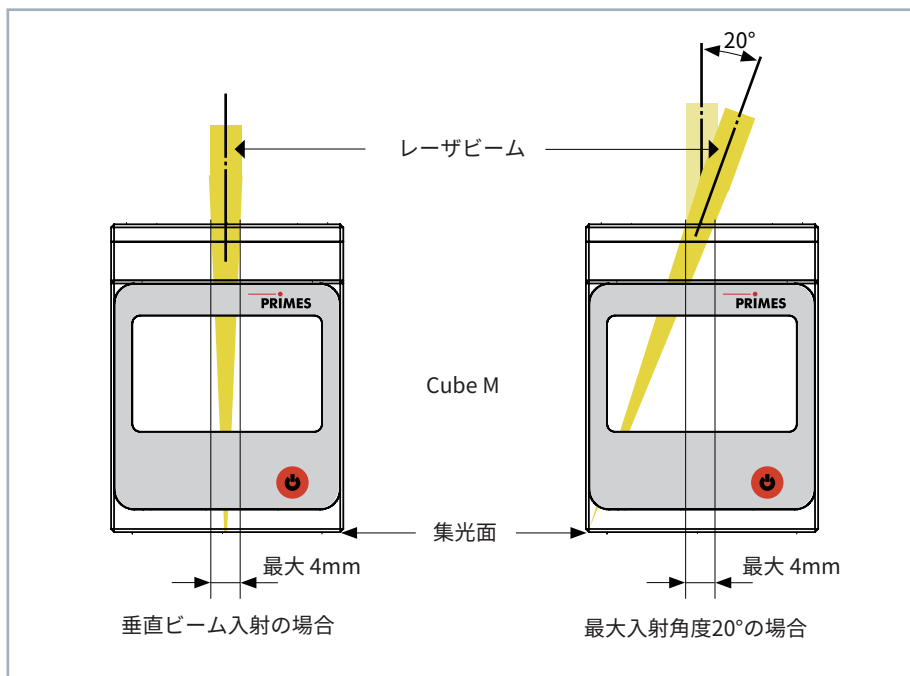

図8.1 レーザビームへのアライメント
Cube Mは、集光面の^{上側}に配置されます(15ページの図8.1を参照)。レーザが集光していてもレーザ入射時の許容パワー密度を超えていないことを確認してください。レーザの焦点位置は、デバイスの下端に配置する必要があります。
1. デバイスをレーザ光に合わせます。(15ページ8.2章と15ページ図8.1の説明を参照。)